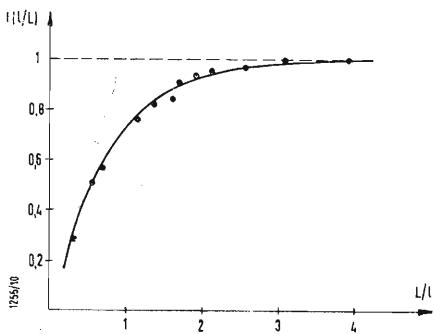

Fig. 2 - Andamento della funzione f(l/L).
e l'andamento della funzione espressa dalla (10), nel caso  $x = 0$  è stata sperimentalmente ottenuta da F. Kuhrt [3] ed è riportato in fig. 2. Si vede che per  $L = l$ ,  $f = 0,7$ ; per  $L = 2l$ ,  $f = 0,9$  e infine per  $\frac{L}{l} \geq 4$  la funzione  $f\left(\frac{L}{l}\right)$